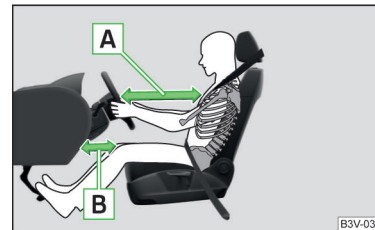

Abb. 9
- Für den Fahrer und Beifahrer ist es wichtig, einen Abstand von mindestens 25 cm zum Lenkrad bzw. zur Schalttafel einzuhalten » **Abb. 9 - A**. Wenn Sie diesen Abstand nicht einhalten, kann Sie das Airbag-System nicht schützen - Lebensgefahr! Außerdem müssen die Vordersitze und die Kopfstützen immer der Körpergröße entsprechend richtig eingestellt sein.
- Den Fahrersitz in Längsrichtung so einstellen, dass der Abstand der Beine zur Schalttafel im Bereich des Knieairbags mindestens 10 cm beträgt » **Abb. 9 - B**. Falls es aus Gründen der Körpergröße nicht möglich sein sollte, diese Bedingung zu erfüllen, dann ist ein Fachbetrieb aufzusuchen.